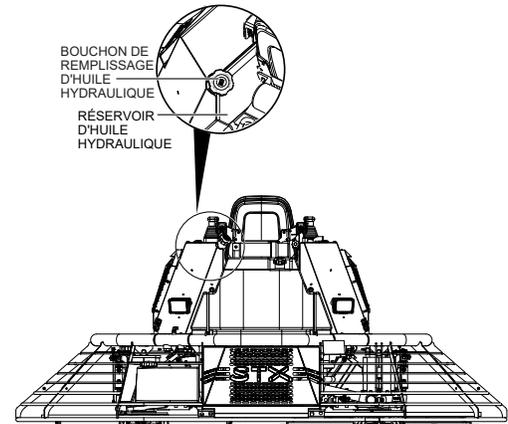

Figure 14. Vérification et remplissage d'huile hydraulique
2. Contrôlez visuellement le réservoir d'huile hydraulique (figure 14). Pour un fonctionnement normal, le niveau de liquide doit être visible lorsque le bouchon de remplissage est retiré.